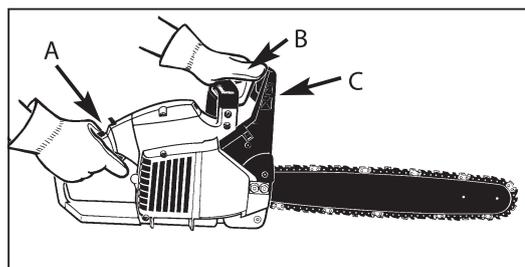

Рис. 10
**ПРОВЕРЯЙТЕ ТОРМОЗ ЦЕПИ СЛЕДУЮЩИМ ОБРАЗОМ (рис. 10):**